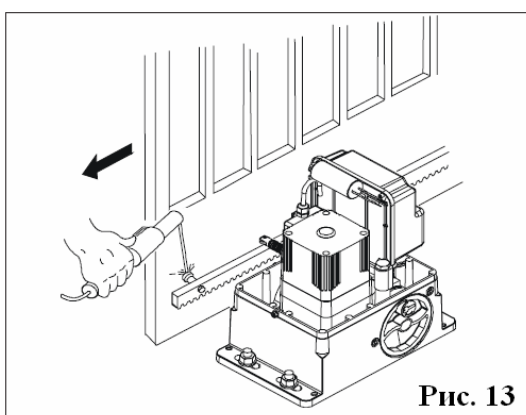

Рис. 13
- 3) Первый фрагмент зубчатой рейки горизонтально установить на шестерню и приварить резьбовой стопор на ворота, как показано на рис. 13.